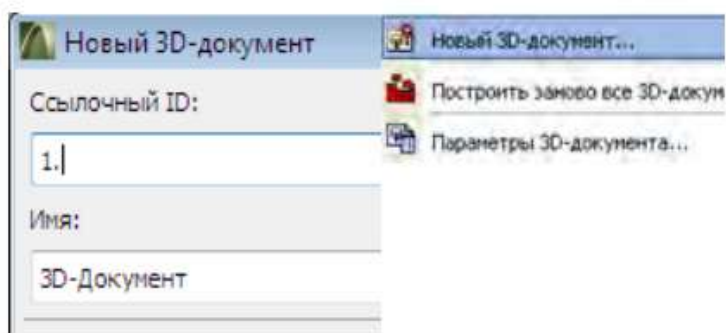

Рисунок 8.26
5. В открывшемся диалоговом окне (рисунок 8.26) укажите **1.** в качестве ссылочного ID и **3D-документ** в качестве имени. Затем нажмите кнопку **Создать** для создания 3D-документа. При этом создается и показывается 3D-документ. Давайте посмотрим, что собой представляют параметры документа этого типа.